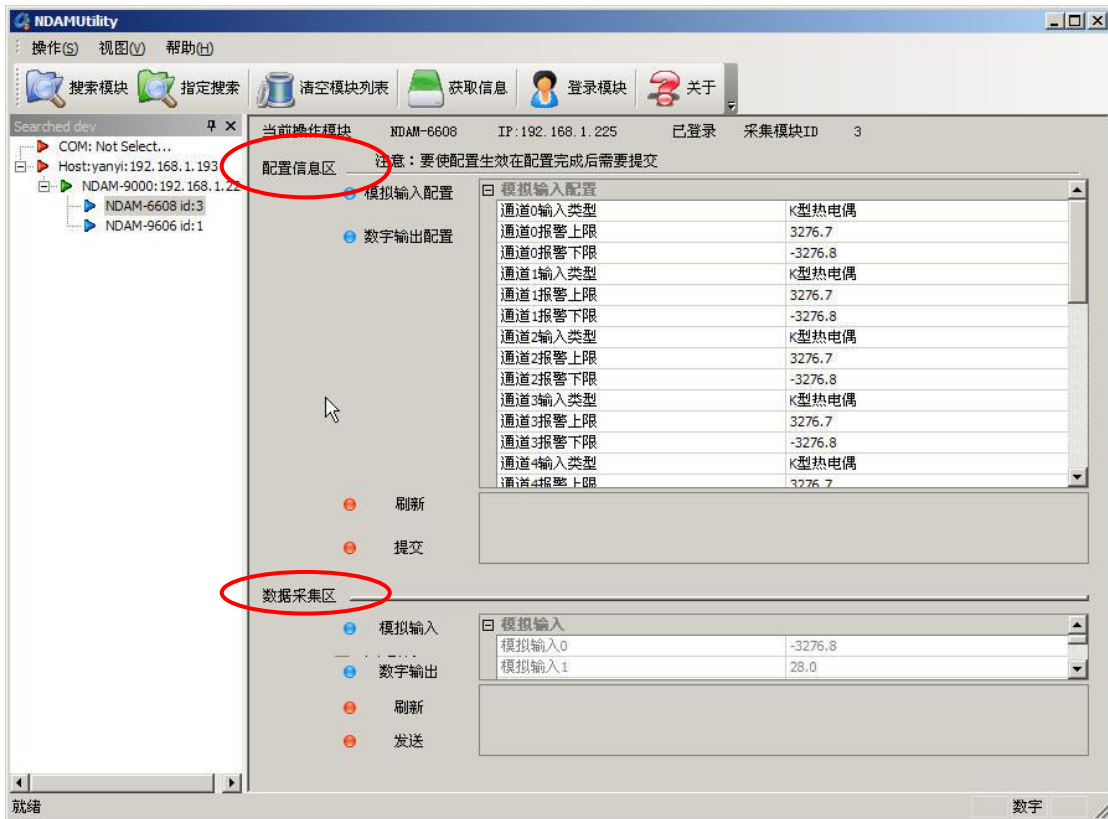

图 4.5 获取设备信息后界面
- 4) 单击界面上的“获取信息”按钮，得到如图 4.5 所示界面。其中，“配置信息区”